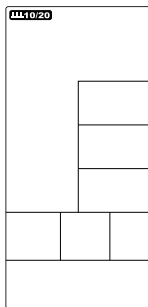
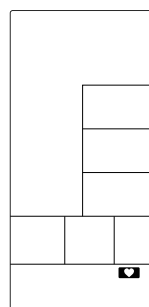

Figure 4
Figure 16
2. Das Fenster von INTERVAL10/20、INTERVAL10/20、INTERVAL CUSTOM、READY、WORK、REST、TIME、DISTANCE、CALORIES、WATTS、SPEED、RPM und blinkt nacheinander alle 1s (Abbildung 4~Abbildung 16). Wenn 60 Sekunden lang kein Tastendruck, Drehzahl-signal oder Impuls eingegeben wird, geht der Computer in den Ruhezustand über.
2. The window of INTERVAL10/20、INTERVAL10/20、INTERVAL CUSTOM、READY、WORK、REST、TIME、DISTANCE、CALORIES、WATTS、SPEED、RPM and will flash by sequence in every 1s (Figure 4~Figure 16). If no input of key operation or RPM signal or pulse input for 60s, computer will go to Sleeping mode.